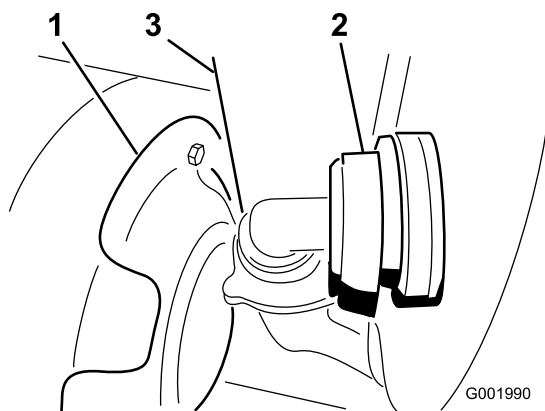

Figura 58
3. Desconecte la manguera situada en la cara delantera inferior del depósito (Figura 58).
Nota: Es posible que usted tenga que empujar hacia atrás el protector térmico (Figura 58) mientras retira la cubierta.
- Conecte la manguera a la parte delantera del depósito (Figura 58).